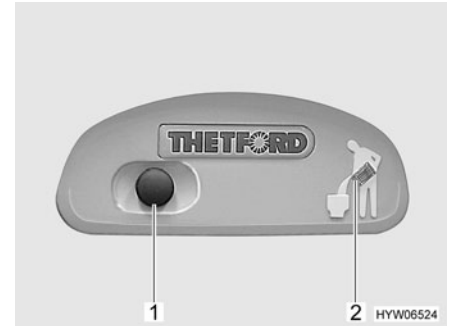

Fig. 163 Botón de lavado/luz de control del inodoro Thetford
- Para lavar, pulsar el botón de lavado azul (Fig. 163,1).
La luz de control (Fig. 163,2) se enciende cuando es necesario vaciar el cassette Thetford.